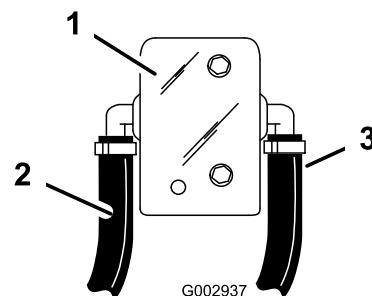

Figura 37
- Conecte el extremo de una manguera corta de 1/2 pulgada al acoplamiento abierto del acoplamiento en T S53 que instaló en la manguera de agitación, y lleve la manguera al conector dentado trasero de 1/2 pulgada del conjunto de la válvula de bola pequeña (Figura 37).
- Conecte el extremo de una manguera corta de 1/2 pulgada al lado abierto del acoplamiento en T S53 que instaló en la manguera de desvío, y lleve la manguera al conector dentado trasero de 1/2 pulgada del conjunto de la válvula de bola pequeña (Figura 37).